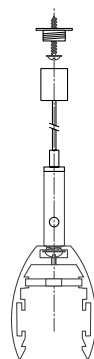

Рис. 3. Установка шинопровода на подвес
- 3.2. Закрепите на шинопроводе держатели подвеса (рис. 3). Закрепите ответную часть подвесного крепления на потолке.